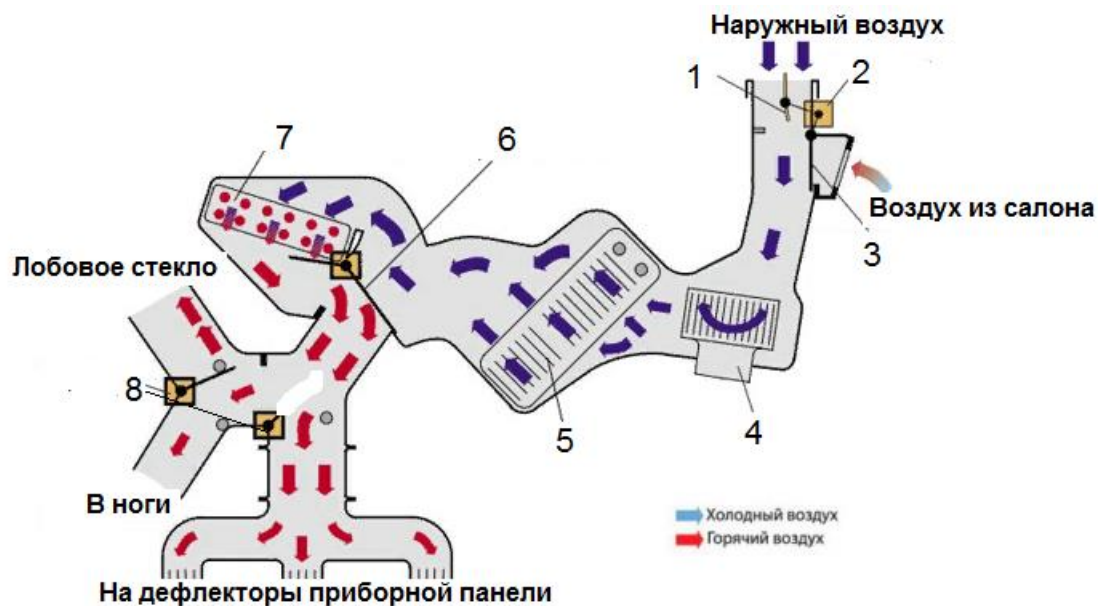

Рис. 3.13. Схема расположения заслонок КУ:
**Управляющие заслонки** регулируют потоки воздуха в системе (рис. 3.13). КУ могут использовать прямой и рециркуляционный режимы подачи воздуха.